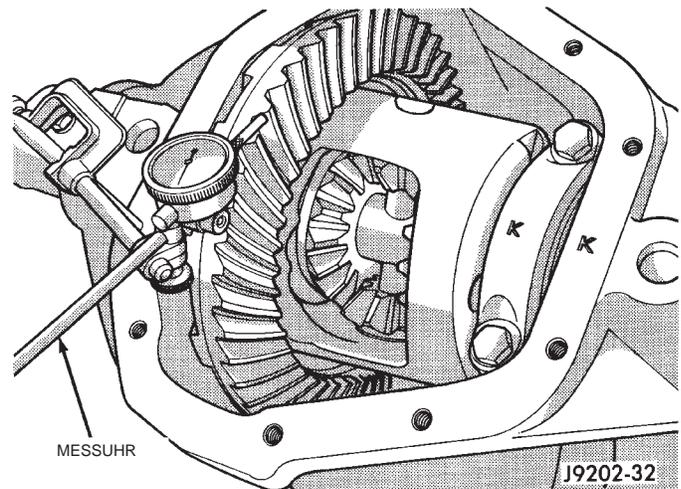
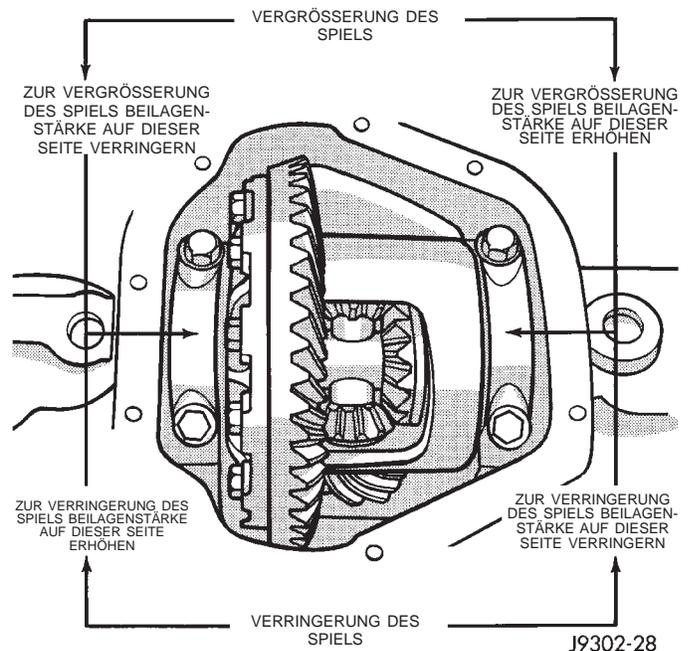

Abb. 70 Zahnflankenspiel des Tellerrads messen
Abb. 71 Einstellung des Spiels mit Hilfe von Beilagen
(26) Die Beilagenstärke für das richtige Zahnflankenspiel von der Gesamtbeilagenstärke für die richtige Vorspannung abziehen. Daraus ergibt sich die Beilagenstärke, die auf der Seite gegenüber dem Tellerrad eingebaut werden muß.
(27) Die Meßuhr an der Führungsstange zur Seite schwenken.
(28) Ausgleichkorb und Ersatzlager aus dem Differentialgehäuse ausbauen.
(29) Beilagen für die Differentiallager an den Naben des Ausgleichkorbs montieren.
(30) Differentiallager und Lagerschalen am Ausgleichkorb montieren.
(31) Spreizwerkzeug W-129-B mit Adaptern aus dem Werkzeugsatz 6987 und den Führungsstiften in den Bohrungen des Differentialgehäuses montieren. Das Gehäuse so weit spreizen, daß sich der Ausgleichkorb einbauen läßt.
(32) Ausgleichkorb in das Gehäuse einbauen.
(33) Spreizwerkzeug vom Gehäuse abbauen.
(34) Ausgleichkorb mehrmals drehen, damit sich die Differentiallager einlaufen.
(35) Meßtaster an einen Zahn des Tellerrads anlegen (Abb. 70).
(36) Tellerrad nach oben drücken und festhalten (das Antriebskegelrad dabei nicht drehen).
(37) Skala der Meßuhr auf Null stellen.
(38) Tellerrad nach unten drücken und festhalten (das Antriebskegelrad dabei nicht drehen). Die Anzeige der Meßuhr muß zwischen 0,12 mm (0,005 Zoll) und 0,20 mm (0,008 Zoll) liegen. Wenn das Zahnflankenspiel nicht stimmt, die erforderliche Beilagenstärke von der einen auf die andere Seite des Differentialgehäuses umbauen (Abb. 71).
(39) Den Schlag von Ausgleichkorb und Tellerrad überprüfen. Hierzu das Zahnflankenspiel an ver-